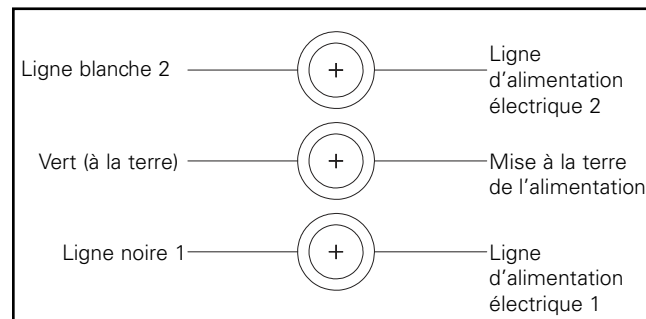

Figure 9. Schéma de câblage de la plaque à bornes
**Note:** Consultez le schéma de câblage pour voir tous les détails. (Figure 9.)